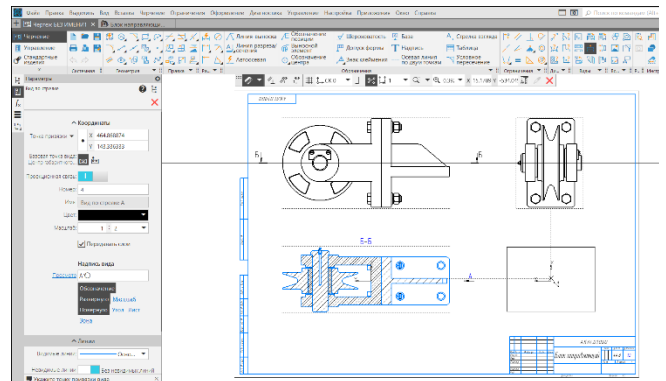

Рисунок 391 – Фантом вида по стрелке
- Перемещая мышку изменяется угол взгляда по стрелке. Укажем вторую точку (3);
- После постановки стрелки взгляда на графическом поле появится фантом вида по стрелки. Разместим вид на поле чертежа (Рисунок 391).